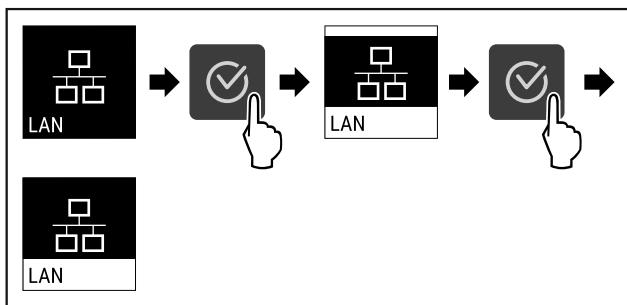

Fig. 91
- ▶ Изпълнете стъпките (вж Fig. 91).